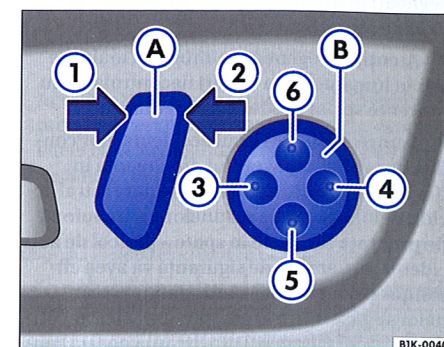

Fig. 63 De la comutatorul A se reglează spătarul și de la comutatorul B, suportul lombar
- Deplasați comutatorul ⇒ fig. 63 A în sensul indicat de săgeata ①, pentru a regla spătarul înspre spate.
- Deplasați comutatorul în sensul indicat de săgeata ②, pentru a regla spătarul în poziție verticală.
- Apăsați suprafața ③ a comutatorului ⇒ fig. 63 B, pentru a arcui mai tare perna spătarului.
- Apăsați suprafața ④ a comutatorului, pentru a arcui mai puțin perna spătarului.
- Apăsați suprafața ⑤ a comutatorului, pentru a deplasa în jos suportul lombar.
- Apăsați suprafața ⑥ a comutatorului, pentru a deplasa în sus suportul lombar.
De la comutatorul ⇒ fig. 63 B se reglează suportul lombar în înălțime și în adâncime. Suprafața spătarului se va arcui mai mult sau mai puțin, în funcție de reglaj. Astfel curbura naturală a coloanei vertebrale va fi susținută eficient.